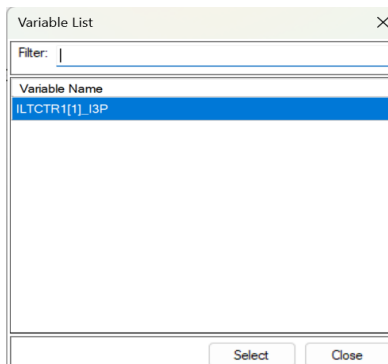

Imagen 228_Variante ILTCTR1[1]_I3P que se conectara a la entrada del puerto I3P.
4.1.17 Abriendo la siguiente ventana donde vamos a seleccionar la opción de “*ILTCTR1[1]_I3P*” como se observa en la **Imagen 228**.